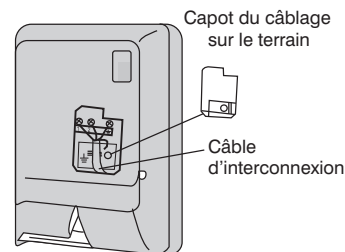

Fig. 18 - Capot du câblage sur le terrain
5. Ouvrez la face avant de l'appareil intérieur et retirez le capot du bloc de jonction (voir la figure 18).